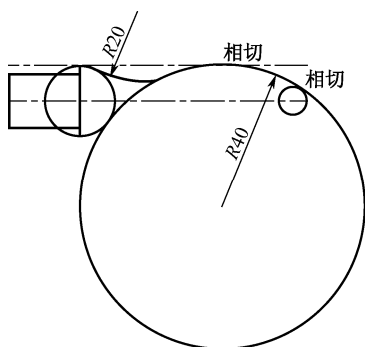

图 3-70 绘制 R40 的圆和 R20 的圆弧
第七步，用“相切、相切、半径 (T)”方式绘制  $R40$  的圆；用圆角命令绘制  $R20$  的圆弧，如图 3-70 所示。